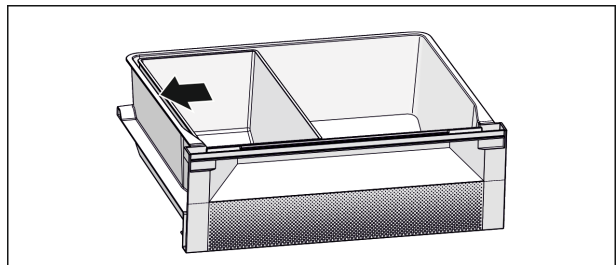

Fig. 7
- Для оптимального охолодження: Встановити ящик Fish & Seafood, як показано на малюнку (див. Fig. 7).